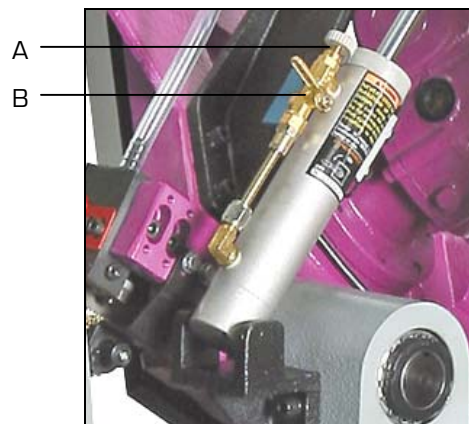

Figure 4
- Molette de réglage de vitesse de descente d'archet (A fig.4).
- Manette de blocage ou déblocage de descente d'archet (B fig.4).
- Régler la vitesse de descente du ruban au vérin hydraulique grâce à la molette [A fig.4].
- Bloquer ou débloquer le vérin pour la descente de l'archer avec la manette [B fig.4].
- La manette [B fig.4] bloquée permet aussi d'immobiliser l'archer en position intermédiaire sans avoir à remonter en position haute.
9. Régler la vitesse de descente du ruban au vérin hydraulique grâce à la molette (A fig.4).
14. Débloquer le vérin pour la descente de l'archer avec la manette (B fig.4).
15. Si nécessaire, régler à nouveau la vitesse descente du ruban au vérin hydraulique grâce à la molette (A fig.4).